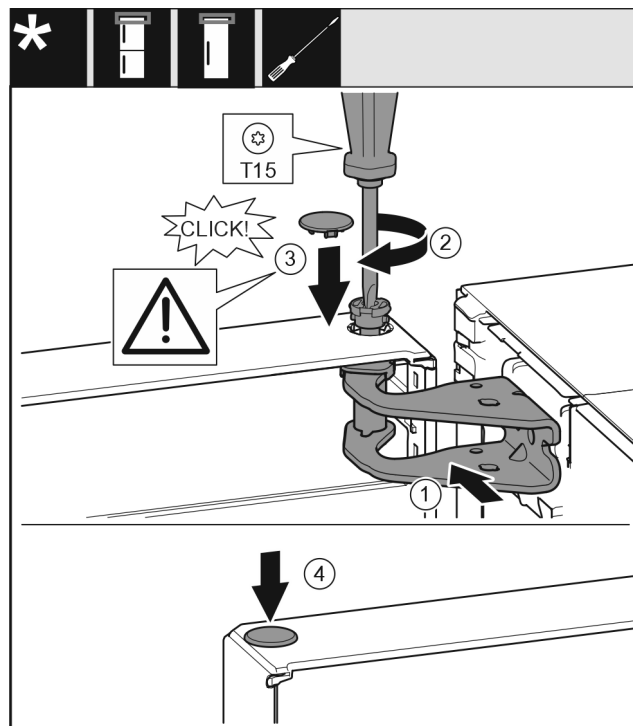

Fig. 19
- ▶ Wyrównać drzwi u góry względem otworu w płycie zawiasu. Fig. 19 (1)
- ▶ Założyć sworzeń i dokręcić śrubokrętem T15. Fig. 19 (2)
- ▶ Zamontować osłonę bezpieczeństwa w celu zabezpieczenia drzwi: Włożyć osłonę zabezpieczającą i sprawdzić, czy przylega ona do drzwi. Ponadto założyć cały sworzeń. *Fig. 19 (3)*
- ▶ Założyć zatyczkę. *Fig. 19 (4)*